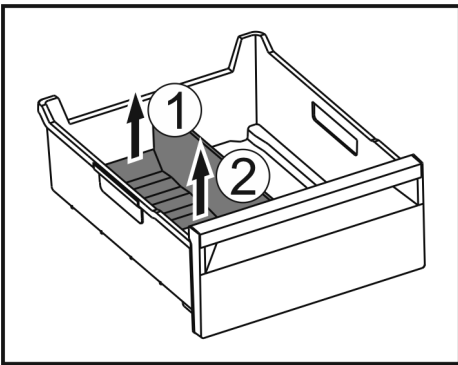

Fig. 126
- ▶ Emelje meg a jégkész-eltávolító hátsó részét. Fig. 126 (1)
- ▶ Vegye ki a jégkész-eltávolítót felfelé. Fig. 126 (2)